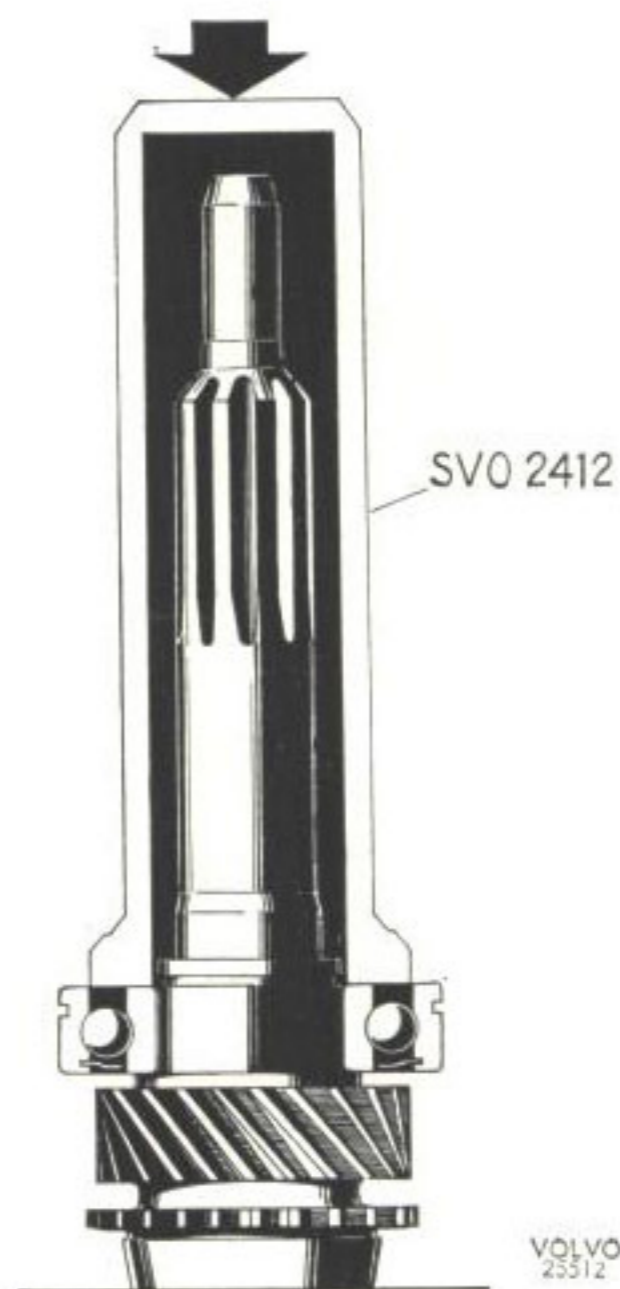

Bild 37. Montering av kullager på ingående axel.
4. Pressa lagret på ingående axeln med hjälp av dorn SVO 2412, se bild 37. Välj ut en låsring av lämplig tjocklek och montera den. Placera de 14 lagerrullarna för huvudaxeln på sin plats i ingående axeln. Använd fett så att rullarna blir sittande på sin plats. Pressa ingående axeln på sin plats i huset. Pressa tättningsringen i locket med dorn SVO 2010.